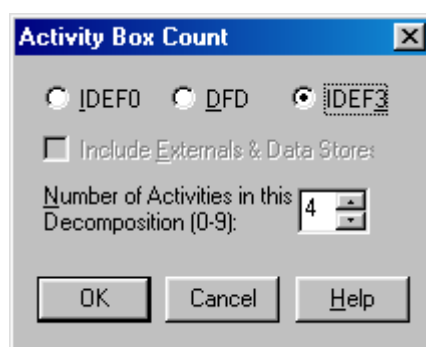

Рисунок 6.2 - Выбор нотации IDEF3 в диалоге **Activity Box Count**
- 2 В диалоге **Activity Box Count** (рисунок 6.2) установите число работ 4 и нотацию **IDEF3**.